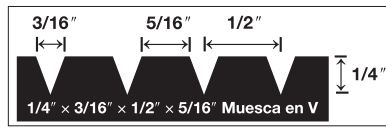

Figura 2
- Lana de 1/4" x 1/2" x 3/16" (6 mm x 13 mm x 8 mm) (Figura 2)
- Esparza cantidades suficientes del adhesivo recomendado con la llana recomendada (Figura 2) en un área que se pueda cubrir en 30–60 minutos (ver la información del adhesivo).